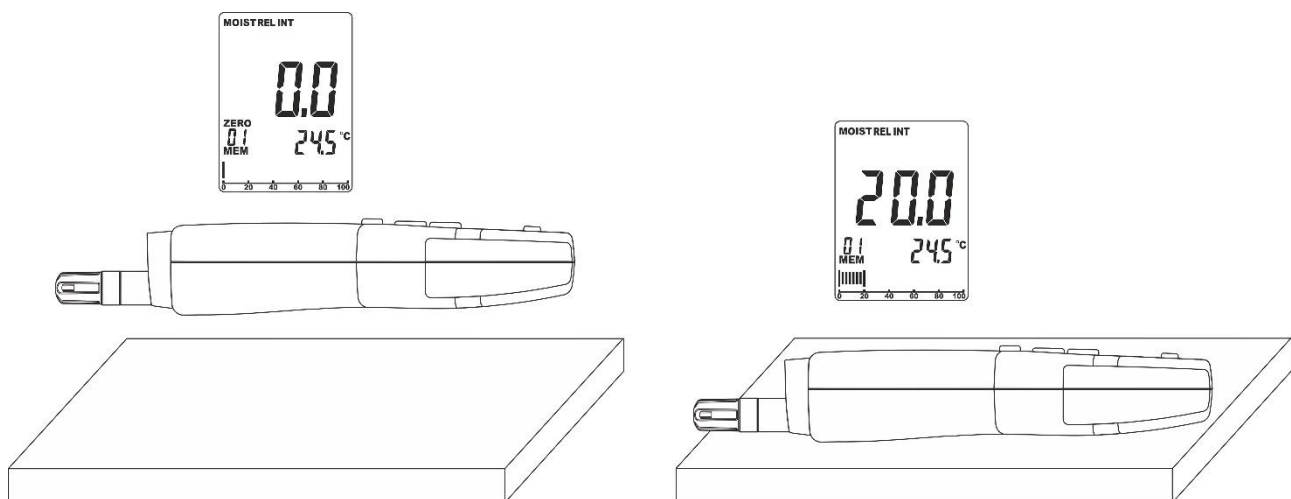

Fig. 8: Utilisation de l'instrument pour mesurer l'humidité par contact avec capteur intégré
5. Si la valeur n'est pas à zéro, appuyer de manière prolongée (>2s) sur la touche **MODE/ZERO**. Le symbole « ZERO » s'affiche un court instant à l'écran et la valeur est remise à zéro sur l'écran principal (voir Fig. 8 – à gauche)